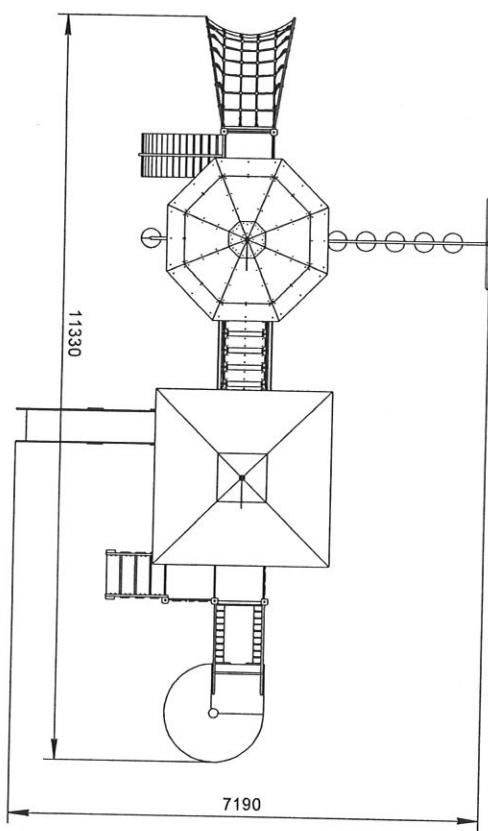

Рисунок 1 - Общий вид изделия
4.1 Изделие поставляется в сбое (см. рисунок 1).